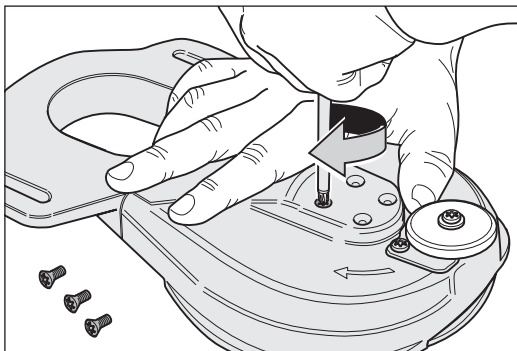

Abb. 40 Die vier Schrauben zur Befestigung des kompletten Schleiftellers festziehen.
- 4 Drehen Sie den Vorsatz um und ziehen Sie die vier Schrauben zur Befestigung des kompletten Schleiftellers mit Hilfe des Universalschlüssels fest (Abb. 40).